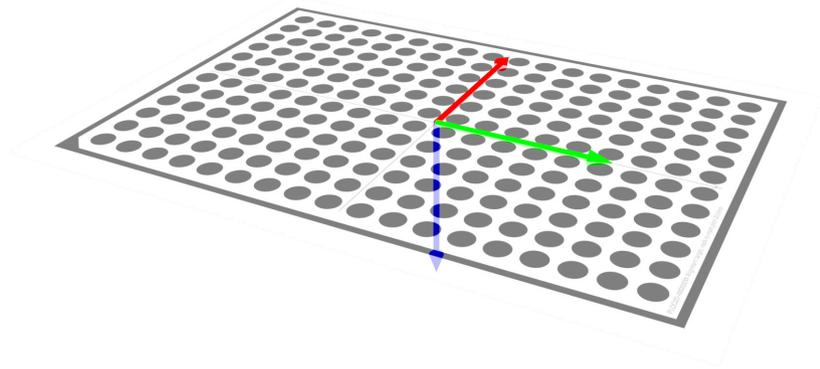

Abbildung 14: Justagesockel der Arbeitsebene
9. Definieren Sie die Koordinaten des Justagesockels der Arbeitsebene des Roboters, indem Sie den Roboter schrittweise zu den Punkten auf der Arbeitsplatte bewegen, die von den Pfeilen in Abbildung 14 angezeigt werden (X-Achse in Rot, Y-Achse in Grün, Z-Achse in Blau).